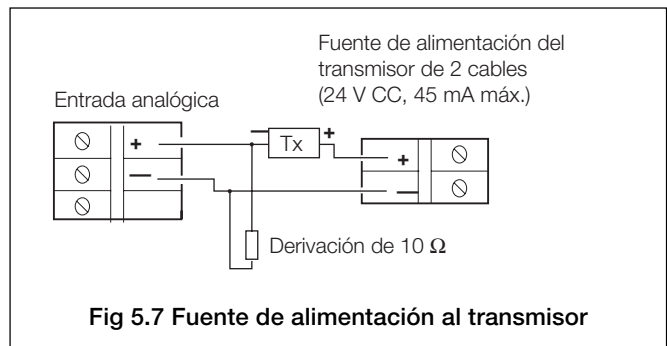

Fig 5.7 Fuente de alimentación al transmisor
5.4.4 Fuente de alimentación del transmisor (Fig. 5.7)